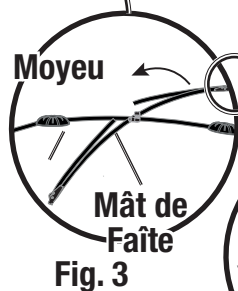

Fig. 3
- Faire tourner la barre faîtière pour qu'elle forme une croix avec la barre de toit. (Fig. 3)